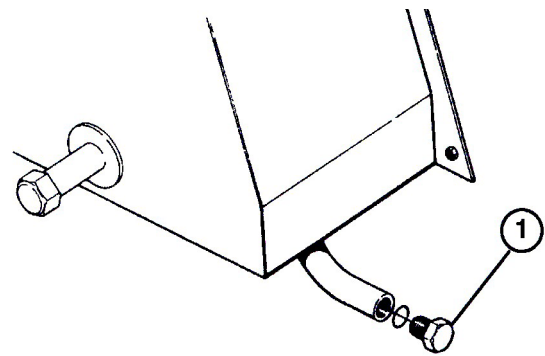

図42
1. ドレンプラグ (図42) を半回転開いてドレンパンに水を受ける。
1. ドレンプラグ (図42) を開いて廃油を受ける。排出が終わったら、プラグを元通りに閉める。